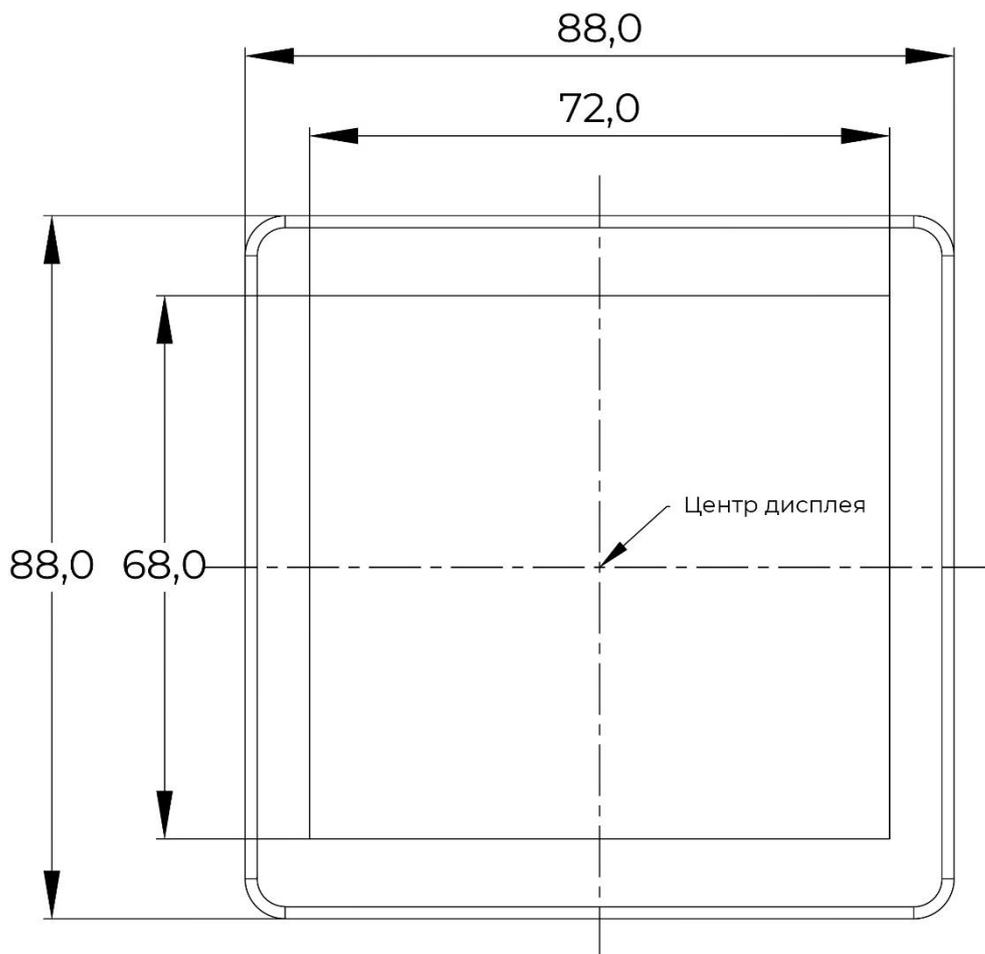

Рис. 21.: Дисплейный модуль. Эскиз. Вид спереди.
- Рис. 21.: Дисплейный модуль. Эскиз. Вид спереди.